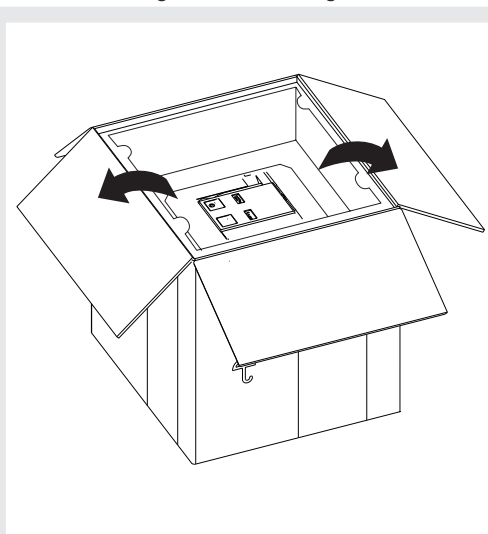

Abbildung 7
2. Den oberen Teil der Packung öffnen und die obere Schutzabdeckung herausnehmen. Siehe Abbildung 7 und Abbildung 8.